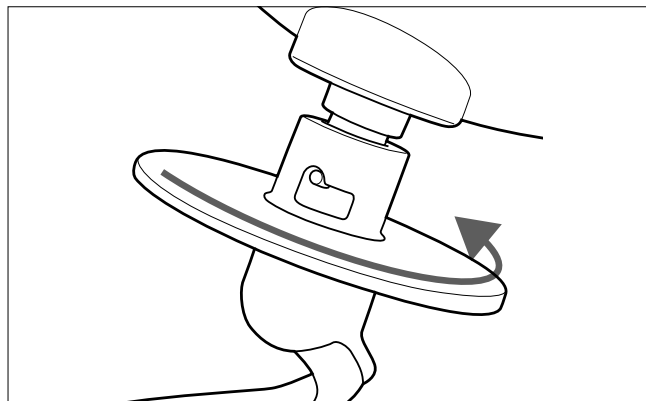

Abb. 7 – Rührwerkzeug sichern
- ▶ Drücken Sie das Rührwerkzeug nach oben und drehen es im Uhrzeigersinn, bis es einrastet. Ein Rührwerkzeug kann nur dann richtig eingesetzt und gedreht werden, wenn die Führungsnase in der entsprechenden Führungsnut sitzt (siehe Abb. 7).